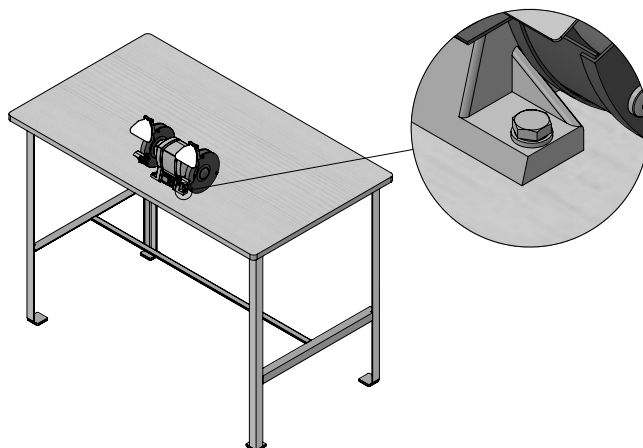

FIGURA 06 – Recomendação da máquina fixada sobre uma bancada
Não é necessário a fixação sobre a bancada, mas se desejar, o usuário pode fixá-la por meio de 4 parafusos (não fornecidos) utilizando os furos da Base de Fixação (05) (figura 06). Isso pode ser necessário, pois durante a operação de desbaste ou afiação, a pressão do material contra o Rebolo (03) ou (04) pode fazer com que a máquina se movimente, gerando riscos de acidentes.
1. POSICIONAR o Moto Esmeril (01) sobre uma bancada plana e rígida (Figura 06);